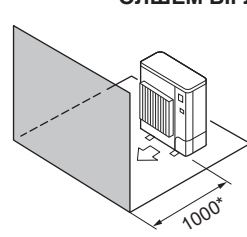

Fig. 2-10
- ④ Кедергілер тек алдыңғы жағында (Fig. 2-10)